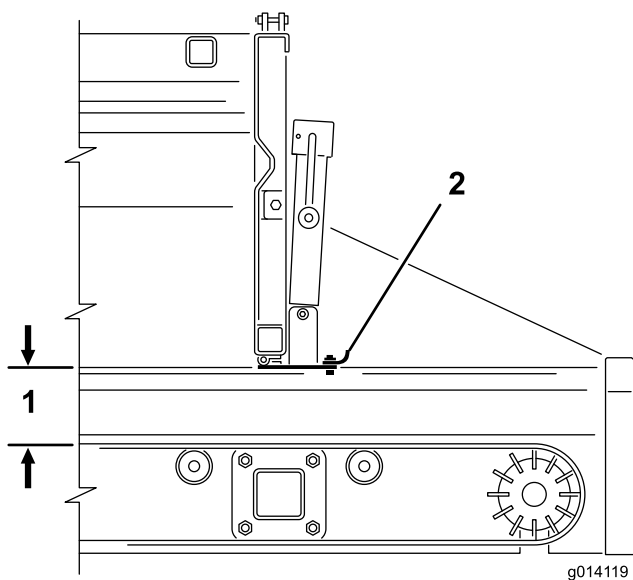

Figura 28
2. Utilize o manípulo do macaco para abrir ou fechar a secção ajustável da porta traseira (Figura 27 e Figura 28). Isto limita o fluxo de materiais quando utilizar um acessório.